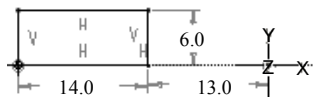

图 8.7.14 第二个截面
(3) 创建第二个截面。在系统 **给截面2 输入 x_axis旋转角度 (范围:+120)** 的提示下, 输入角度值 100.0 后按回车键; 在 **给截面2 输入 y_axis旋转角度 (范围:+120)** 的提示下, 输入角度值 30.0 后按回车键; 在 **给截面2 输入 z_axis旋转角度 (范围:+120)** 的提示下, 输入角度值 100.0 后按回车键。绘制图 8.7.14 所示的截面图形 (需先创建坐标系), 单击“确定”按钮 。